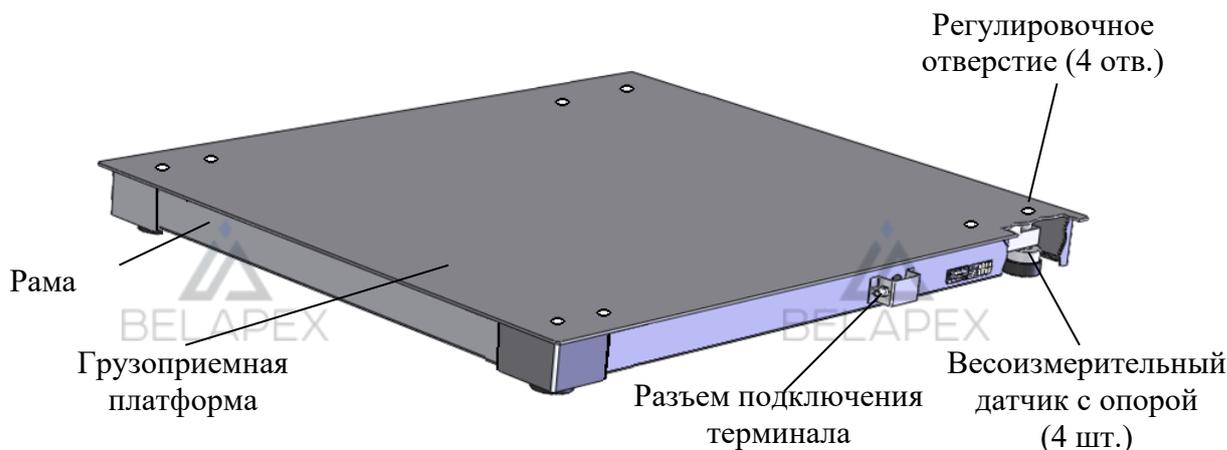

Рисунок 5.1 – Модуль взвешивающий 4D-PM\_
5.1.1 Модуль представляет собой единую конструкцию из рамы и грузоприемной платформы. В состав модуля входят четыре цифровых весоизмерительных датчика с регулировочными опорами (см. рис. 5.1).